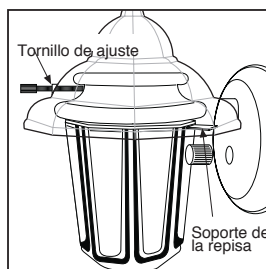

Figura 7
- f.* Para las unidades con vidrio y tornillo de ajuste delantero, afloje cuidadosamente el tornillo, quite el vidrio y coloque la bombilla. Vuelva a unir el vidrio cuidadosamente, ajustando la parte trasera de éste en los soportes de las repisas. Fije el vidrio con los tornillos de ajuste. Fíjese que el tornillo de ajuste y el soporte de la repisa estén a distintos niveles en el vidrio cóncavo (ver la figura 7).